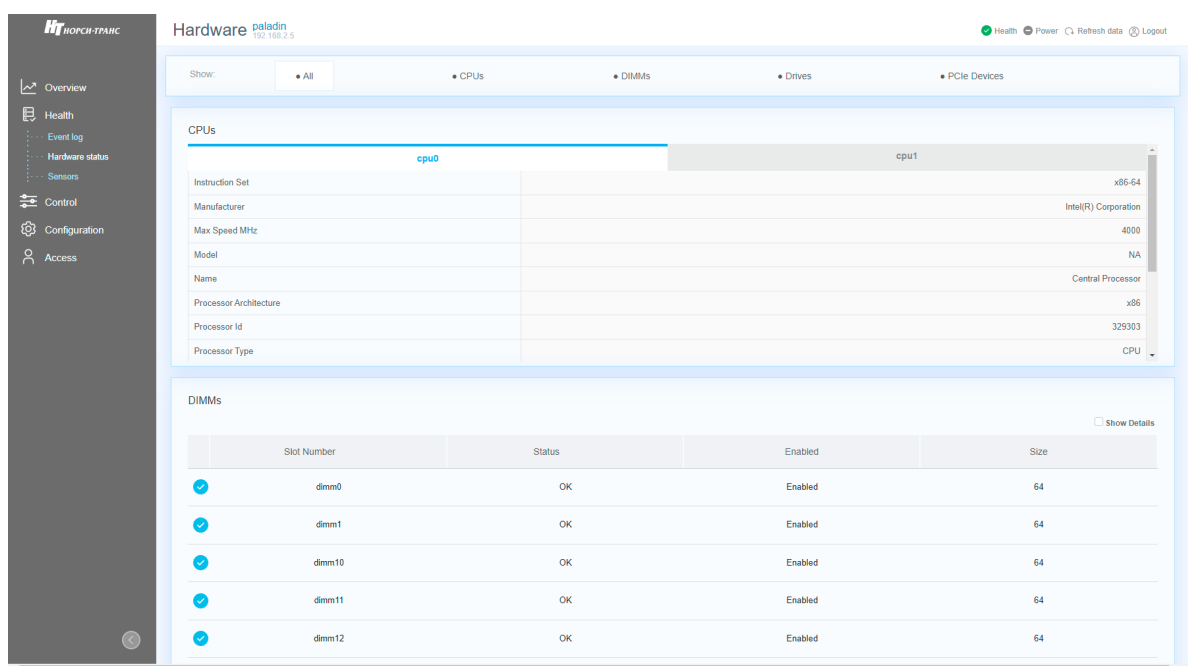

Рис. 75. Окно «Hardware status»
- 3) Пройдите во вкладку «Health» → «Hardware status» в данной вкладке отображается состояние комплектующих установленных в сервер. В поле «Show» произведите фильтрацию комплектующих для отображения состояния комплектующих. Окно показано на рис. 75 Окно «Hardware status».